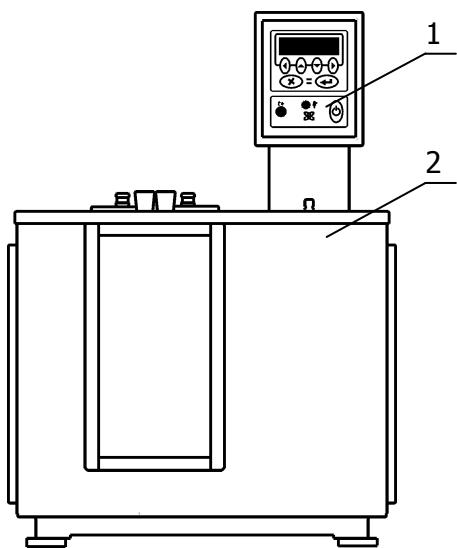
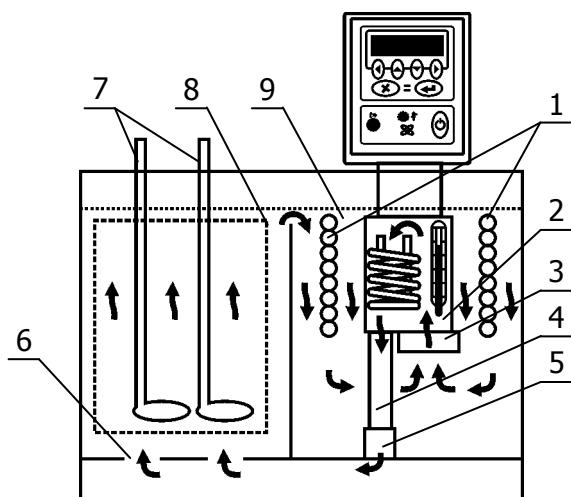

Рисунок 1 — Внешний вид термостата «КРИО-ВИС-Т-01»
Рисунок 2 — Устройство термостата
1.4.2 Конструкция термостата состоит из блока регулирования температуры 1 и корпуса 2 (рисунок 1), внутри которого расположены: основная 9 и рабочая 8 ванны (рисунок 2). В корпусе термостата также размещена холодильная машина. В основной ванне, кроме погруженной части блока регулирования, расположен теплообменник 1 (рисунок 2), по которому прокачивается хладагент при работе холодильной машины.
1.4.3 Работа термостата заключается в поддержании заданной температуры циркулирующего теплоносителя и обеспечении равномерного температурного поля в рабочей ванне. Циркуляция теплоносителя обеспечивается центробежным насосом 3 (рисунок 2), расположенным в блоке регулирования температуры.
1.4.4 Поддержание заданной температуры теплоносителя посредством нагрева осуществляется блоком регулирования температуры 1 (рисунок 1). Управление режимами регулирования температуры теплоносителя описано в документе «ТКЛШ 3.222.009-03 РЭ. Блок регулирования температуры погружной циркуляционный «М03».
1.4.6 Циркуляционный насос 3 блока регулирования температуры забирает теплоноситель из основной ванны 9 и нагнетает его в резервуар 2 с нагревателем и датчиком температуры. В резервуаре температура теплоносителя регулируется и, далее, через выходную трубку 4, вставленную в муфту 5, и рассекатель 6, теплоноситель поступает в рабочую ванну 8. Далее из рабочей ванны, переливом через верхний край, теплоноситель возвращается в основную ванну 9. Благодаря этому происходит постоянный теплообмен между основной и рабочей ваннами и поддержание заданной температуры теплоносителя. В рабочую ванну устанавливаются вискозиметры 7 (рисунок 2).